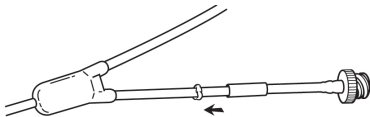

Fig. 14
5. Schuif de metalen canule van het uiteinde van de vervangende tubing geheel in de extensie-tubing (fig. 14).